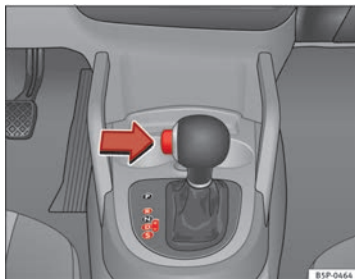

Abb. 147 Fahren
- Drücken Sie den Taster am Wählhebel (links) ⇒ Abb. 147.